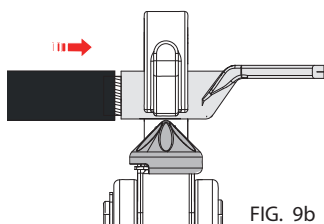

FIG. 9b
- Inserire a fondo il conduttore nel connettore (Rif. a Fig. 9b).